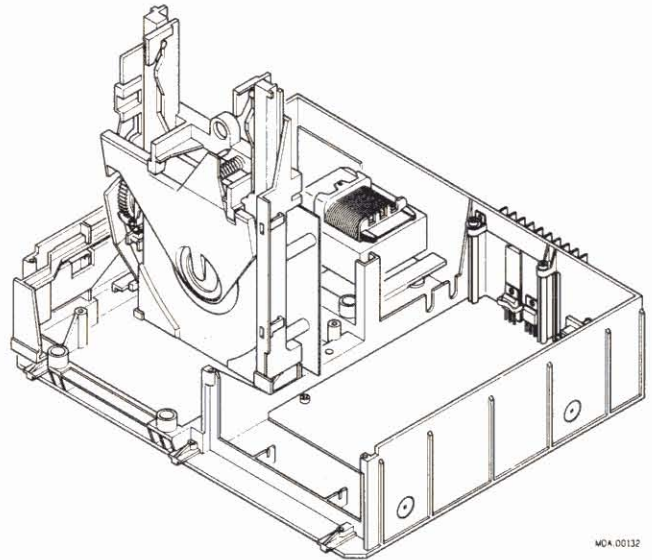

Fig. 3
(zie Fig. 3)
- Verwijder de schroef 4N × 10 en ring pos. 241 (zie exploded view van de kast) aan de achterzijde van het lademechanisme.
- De samenstelling lademechanisme/CDM/servo + pre.-ampl. print is nu uit het frame te nemen en is vertikaal op te stellen in de daarvoor voorziene servicesteunen in het frame (zie Fig. 3).
- Bij montage van de samenstelling lademechanisme/CDM/servo + pre.-ampl.print dient erop gelet te worden dat de ophangrubbers en veren pos. 239 en 238 (zie exploded view van de kast) aanwezig zijn.